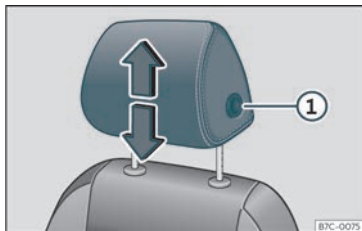
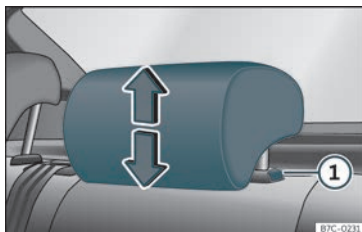

Fig. 99 Asento dianteiro:regulación do repousacabezas.
Fig. 100 Repousacabezas traseiro:regulación do repousacabezas.
mesma acción, premendo o botón lateral ① »» fig. 99 »» fig. 100.
- Prema o botón lateral »» fig. 99 ① e extraia o repousacabezas.